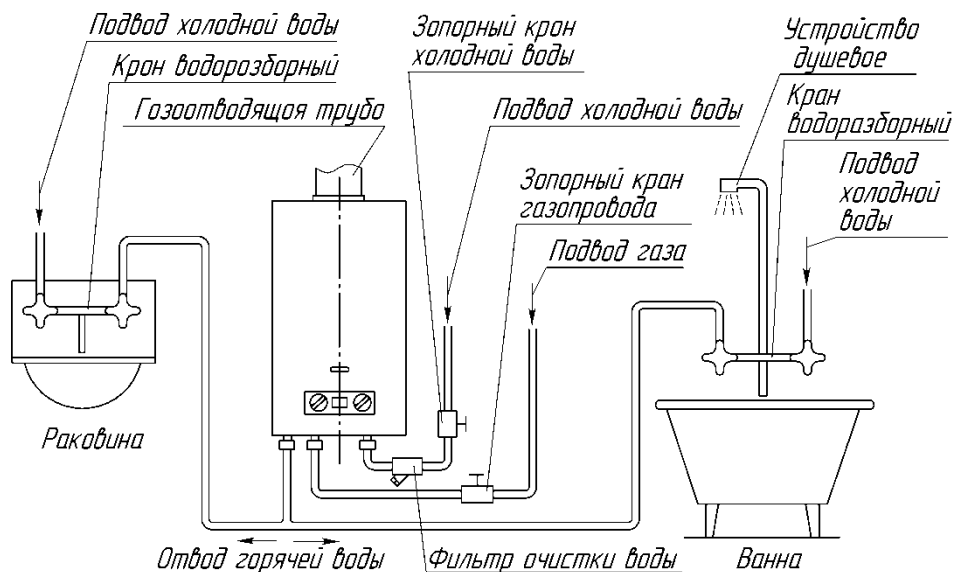

Рис. 6. Схема установки аппарата
7.1.10. Схема установки (подключения) аппарата приведена на рис. 6. Рекомендуется сначала подключить аппарат к водопроводной сети, заполнить систему аппарата водой, и затем подключить его к газовой сети.
7.3.1. Для увеличения срока службы аппарата и улучшения его эксплуатационных характеристик рекомендуется устанавливать перед аппаратом фильтр очистки воды (рис. 6).
7.3.2. Для облегчения последующего технического обслуживания необходимо установить перед аппаратом запорный кран на трубопроводе подвода холодной воды (рис. 6). Запорный кран должен быть легкодоступен.